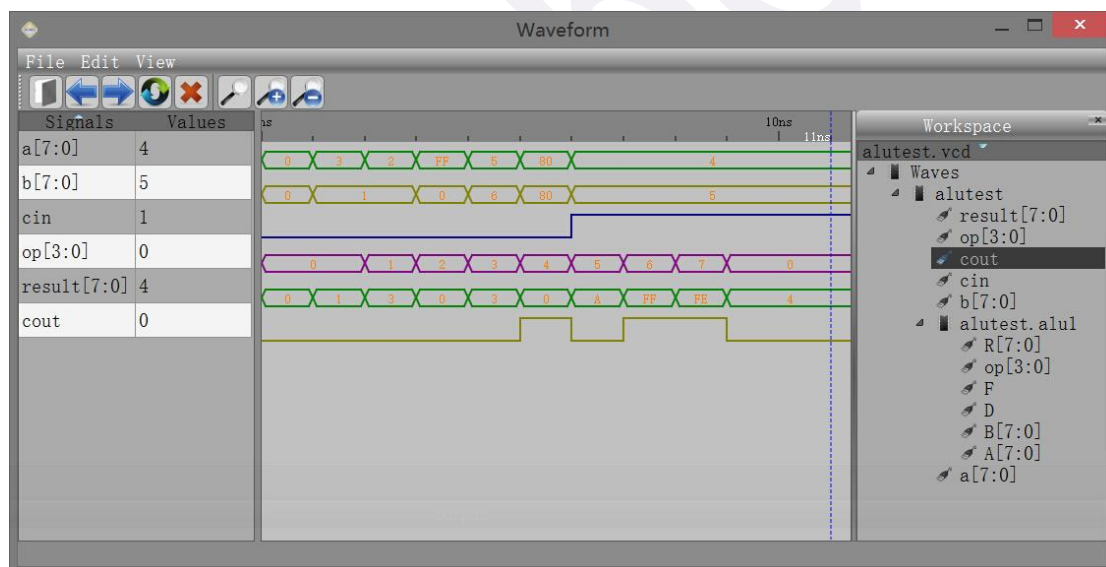

图 2-4-8 查看波形
(5) 执行仿真并查看波形。查看输出信息。检查没有错误之后查看波形。点击右侧 **Workspace** 中的信号，进行添加并查看分析仿真结果，如图 2-4-8 所示。对照真值表，查看设计波形输入输出是否一致。